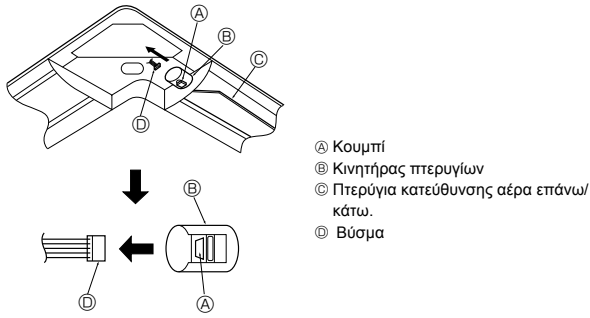

Fig. 5-11
5.7. Πώς κλειδώνεται η κατεύθυνση ροής του αέρα επάνω/κάτω (Fig. 5-11)